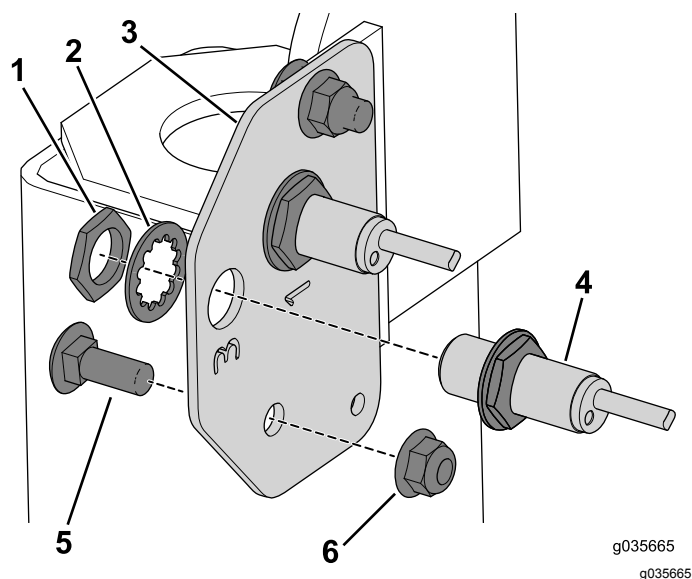

Figure 17
1. Fixez la plaque de capteurs droite à la machine à l'aide des 2 boulons de carrosserie (3/8 x 1") et d'écrous à embase (Figure 17).
2. Fixez les capteurs de proximité que vous avez retirés à la plaque droite à l'aide des écrous de retenue et des rondelles (Figure 17).